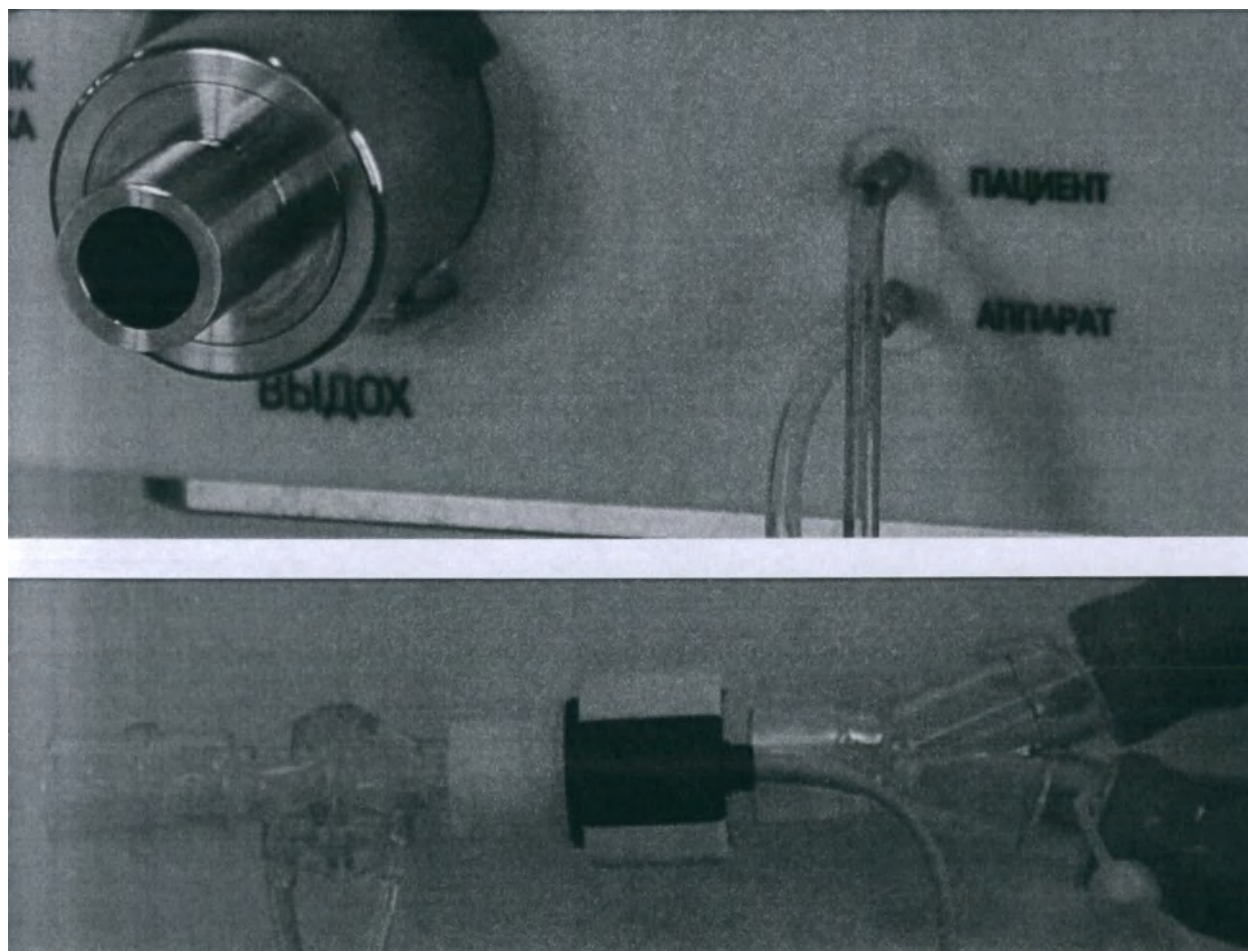

Рисунок 3-7. Подключение проксимального датчика потока
9. Подключите проксимальный датчик и линию мониторинга давления. Убедитесь, что проксимальный датчик подключен верно (рисунок 3-7).